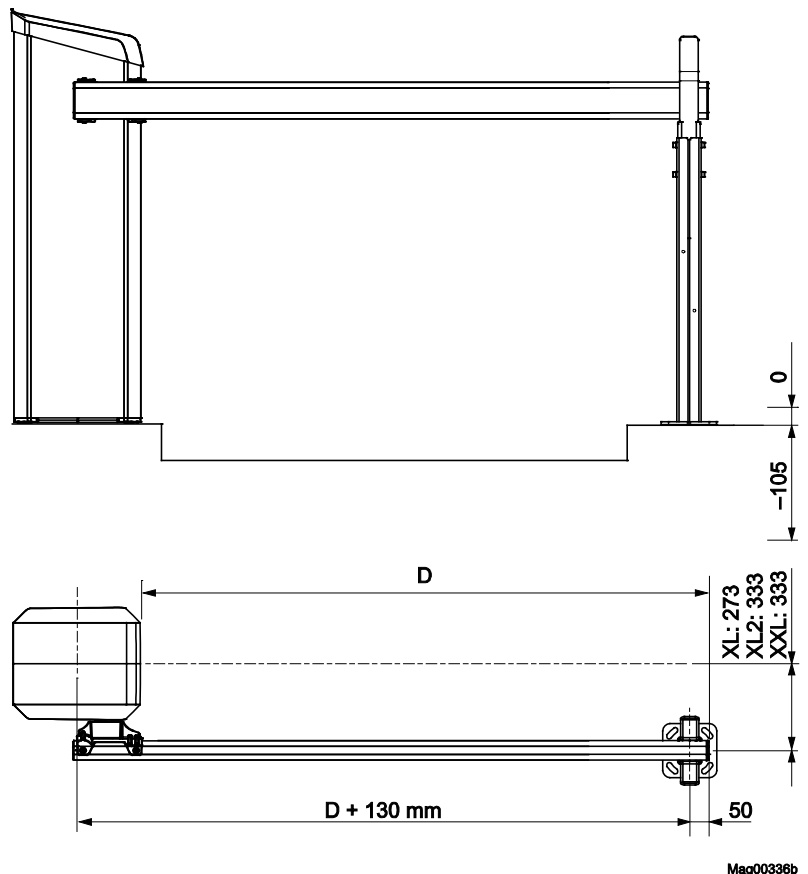

Abb. 17: Abmessungen Schrankengehäuse – Pfosten (Maße in mm)
- Mitte Pfosten mit einem Abstand von 50 mm zur Schrankenbaumspitze platzieren. → Siehe Seite 53, Abb. 17.